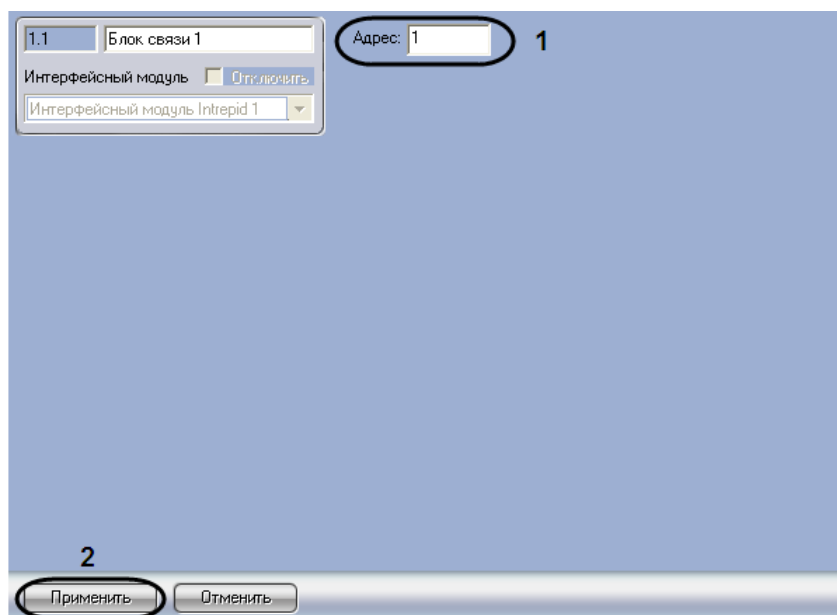

Рис. 2.4-2. Настройка объекта Блок связи
1. Перейти на панель настройки объекта **Блок связи** (Рис. 2.4-2).
2. В поле **Адрес** ввести адрес модуля связи, заданный при настройке системы *Intrepid Micropoint* в программе «Site Manager» (см. Рис. 2.4-2, 1).
3. Для сохранения внесенных изменений нажать кнопку **Применить** (Рис. 2.4-2, 2).